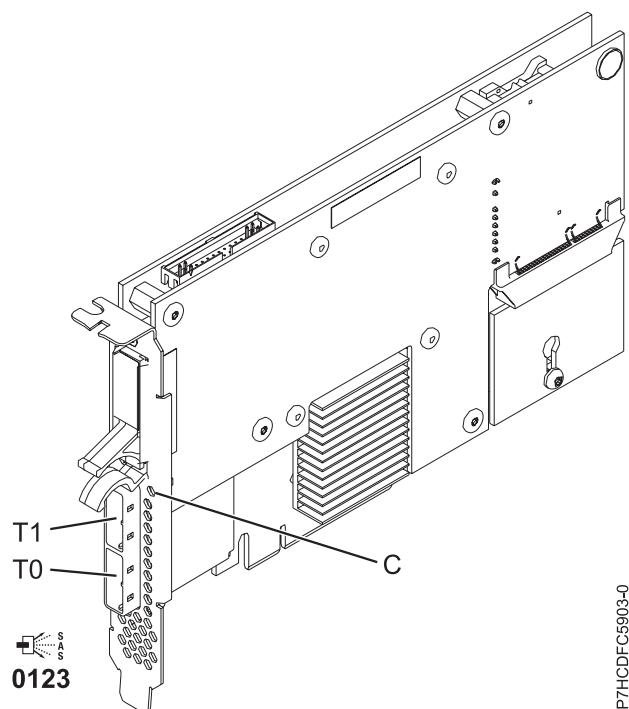

Figure 43. Carte SAS RAID PCIe double accès - x4 3 gigabits
L'adaptateur 5903 ou 5805 possède un voyant ((C) dans la figure 43, à la page 143) qui clignote si des données sont présentes en cache. Le voyant de présence de données en cache clignote lorsqu'il y a de possibles données présentes dans le cache de l'adaptateur. Si le voyant indiquant la présence de données en cache clignote, ne remplacez pas le bloc de batteries de cache. S'il est remplacé pendant que le voyant clignote, les données en cache seront perdues. Voir la figure 43, à la page 143 pour localiser le voyant de présence de données en cache sur cet adaptateur.